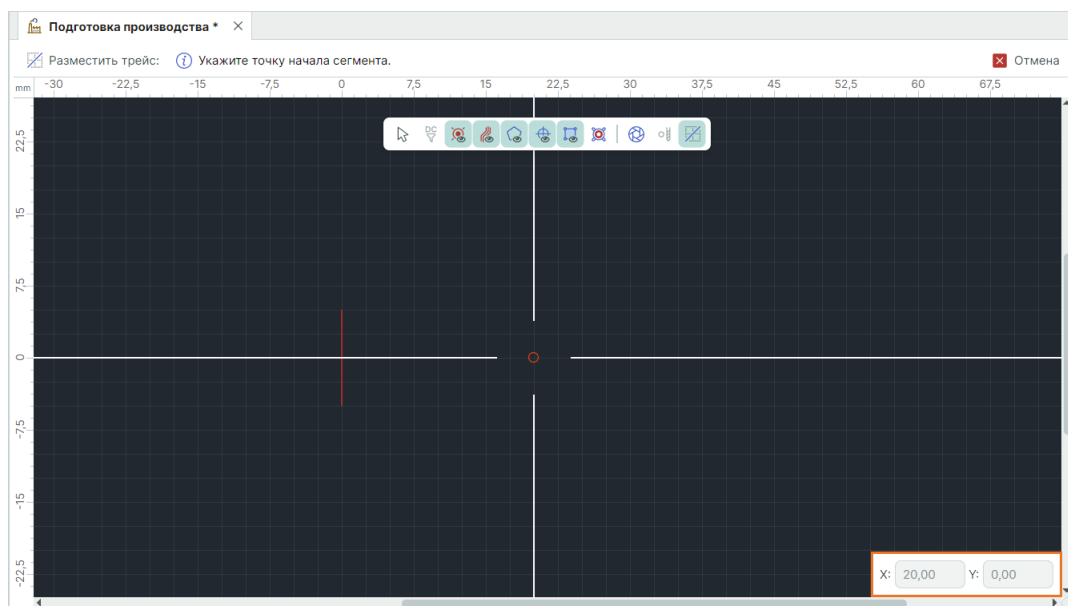

Рис. 361 Ввод координат и перемещение курсора
3. В поля «X» и «Y» введите требуемые координаты. После ввода координат курсор мыши автоматически переместится в заданную позицию (на рисунке для наглядности включено отображение направляющих линий), см. Рис. 361.